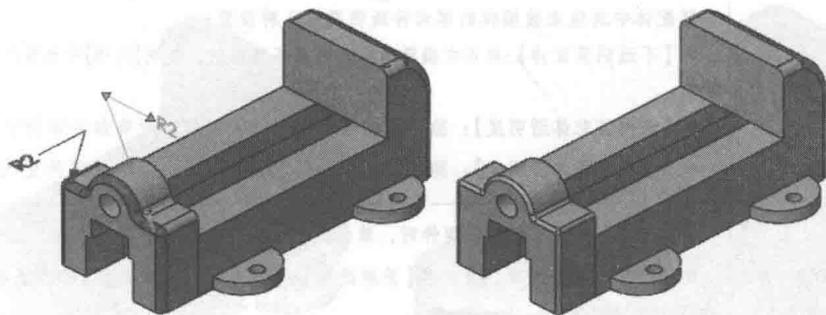

图 1-4 更改尺寸
**步骤 2 更改尺寸** 双击每一个圆角特征，将每个值改为“2mm”，如图 1-4 所示，单击【重建模型】。